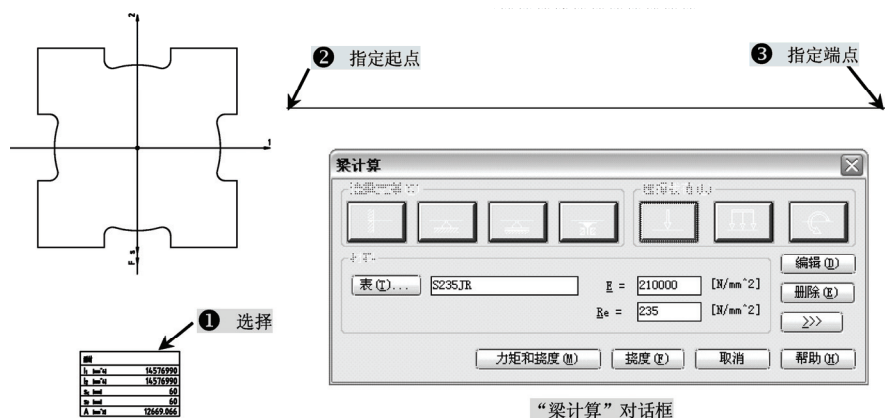

图 13-5 挠度线命令
2) 执行“挠度线”命令（amdefine）后，单击选择已经绘制好的“惯性矩块”，提示指定起点，再提示指定端点，系统将绘制一条直线（该直线作为侧视图的表示符号，长度为零件的长度），弹出“梁计算”对话框，如图 13-5 所示。